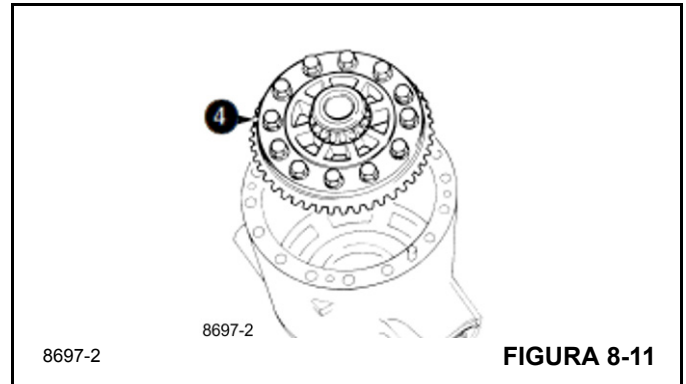

FIGURA 8-11
4. Eleve para fora o conjunto de coroa/diferencial (Figura 8-11).